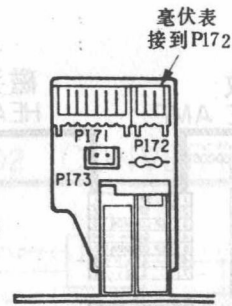

图 2-3-2 音/控磁头电路板
- 将音频输入端对地短路, 在没有输入信号的情况下, 连接毫伏表到 P172 的 1 脚和 2 脚(图 2-3-2)。